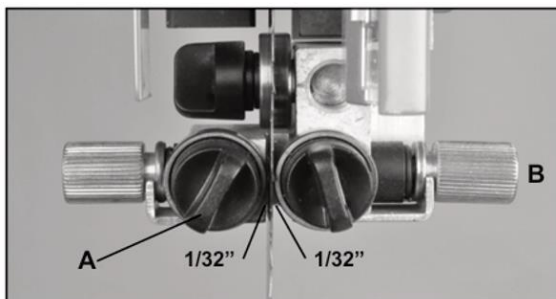

Рис. 22
1. Расположите правую и левую направляющие относительно близко к пыльному полотну. Сначала ослабьте передние фиксаторы. (А, рис. 22) Чтобы переместить направляющие по направлению к лезвию или от него, поверните ручки микрорегулировки с накаткой. (Б, рис. 22).
3. Установите обе боковые направляющие подшипника на расстоянии 0,8 мм (1/32 дюйма) от пильного полотна - примерно на толщину визитной карточки (рис. 22). Не устанавливайте направляющие подшипников слишком близко друг к другу и не допускайте их соприкосновения с боковыми сторонами полотна, так как это отрицательно скажется на сроке службы пильного полотна и подшипников.